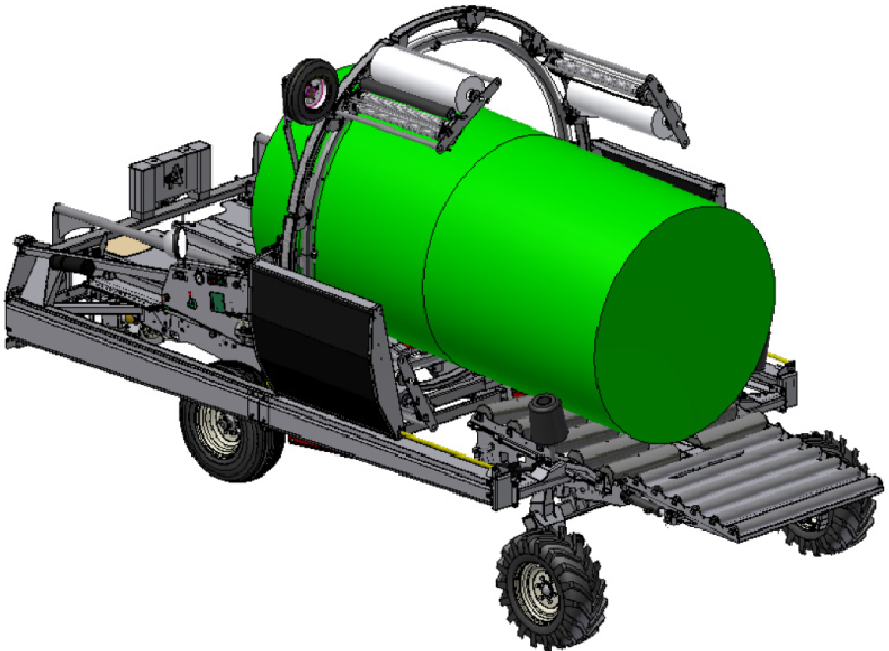

Figure 17 – Balles de compression
3. Déposez une balle sur la plate-forme de l'enrobeuse en faisant bien attention de la déposer horizontalement et dans l'axe du poussoir. Laissez le poussoir revenir en position reculée, sans enrober la balle. Pour les balles de 1,2 m (4 pi) de diamètre, déposez une deuxième balle et laissez le poussoir revenir en position reculée (Figure 17), toujours sans enrober la balle.